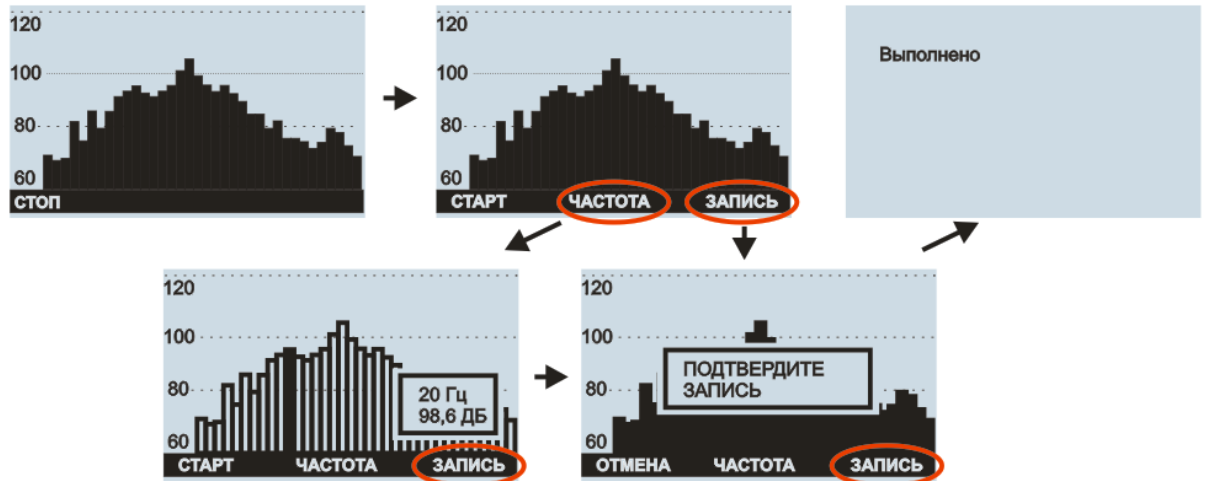

Рис. 8
4.4.2.5. При измерении третьоктавного спектра для фиксирования результата измерения необходимо нажать кнопку «левая» (стоп). Далее можно просмотреть уровни частотных полос спектра, используя кнопки «вверх» и «вниз». Для записи данных измерения необходимо нажать кнопку «правая» (запись) и подтвердить запись повторным нажатием этой кнопки. Для продолжения измерения – нажать кнопку «левая» (старт) (рис. 8)